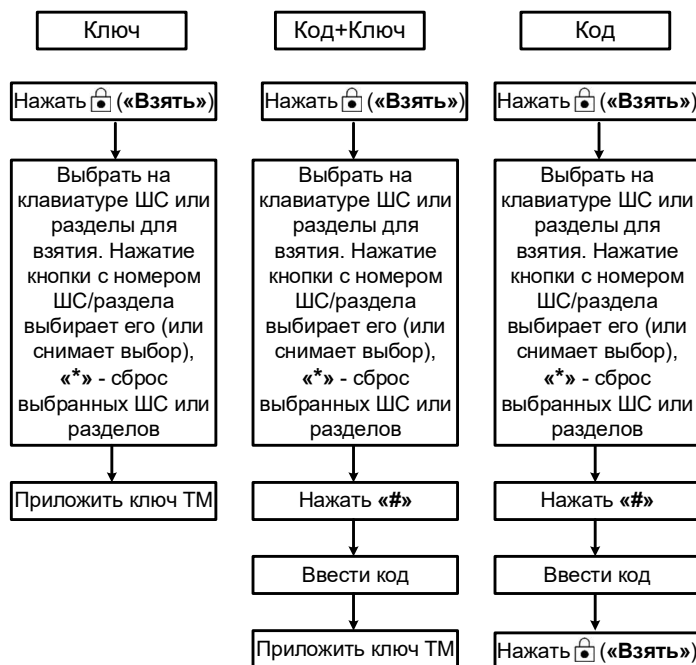

Рисунок 2 – Постановка под охрану с выбором шлейфов
- При необходимости постановки под охрану ШС с выбором (как полное, так и частичное взятие), следует (см. рисунок 2):